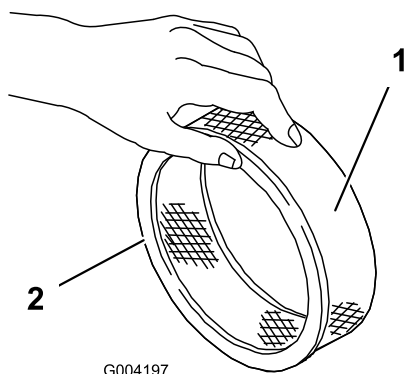

**Figura 146**
5. Controllate che il filtro in carta non sia strappato, che non abbia strati untuosi e che la guarnizione in gomma non sia danneggiata (Figura 146).